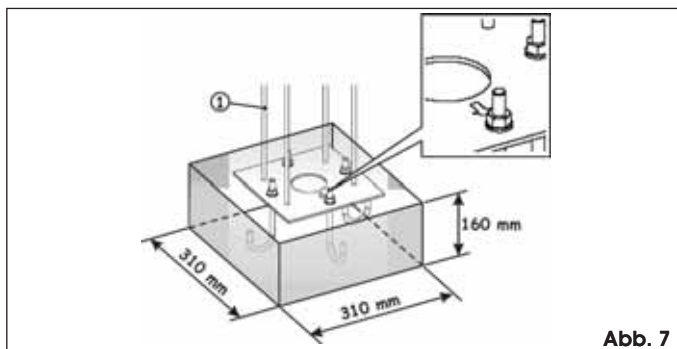

Abb. 7
2. Einen Fundamentsockel laut Abb. 7 herstellen
1. Die vier im Lieferumfang enthaltenen Zuganker, Abb. 7 Bez. ①, in den entsprechenden Öffnungen mit den verschweißten Muttern anschrauben.
2. Die Gründungsplatte laut Angaben in Abb. 7 einmauern und dabei eine oder mehrere Kabelführungen für den Durchgang der elektrischen Kabel vorsehen.